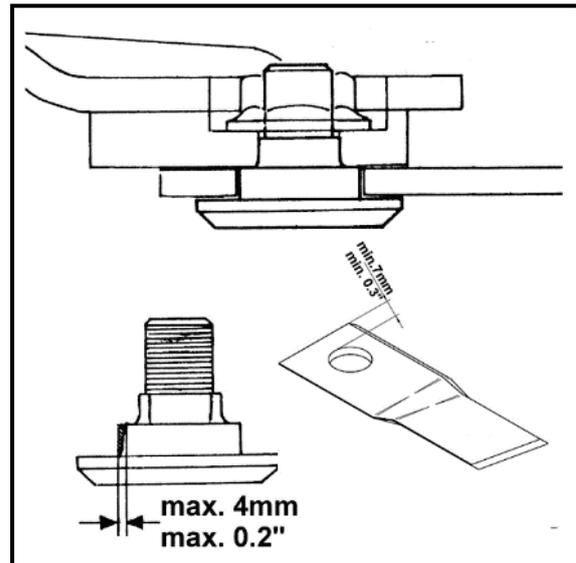

Fig. 113 Control del tornillo de cuchilla segadora
- ➔ Si "a" > 4 mm, sustituir el tornillo de cuchilla segadora y la tuerca Verbus-Ripp (Fig. 113).